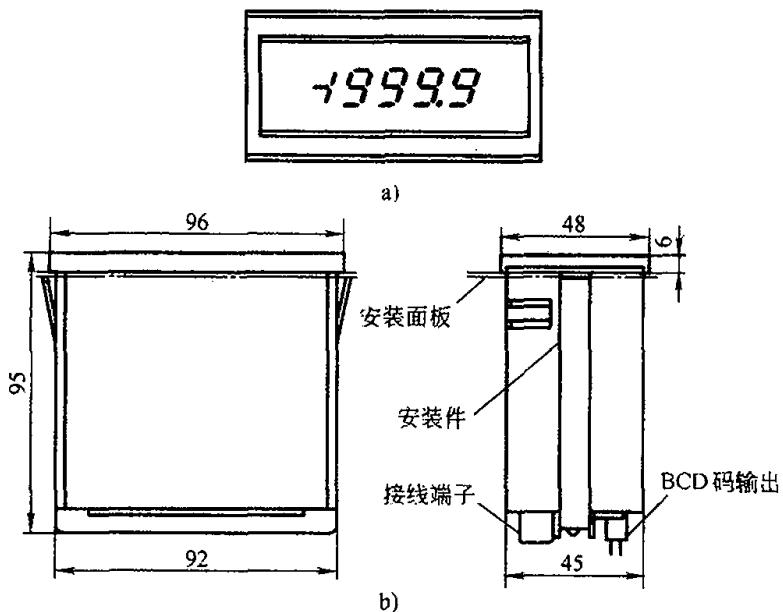
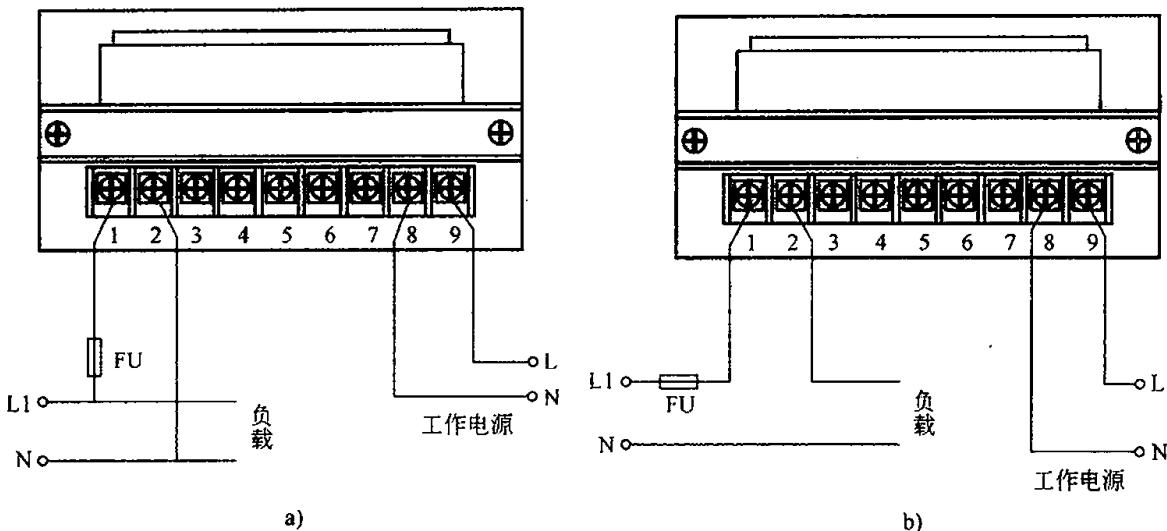

图 63 SHD10××系列数字直流面板表
图 66 SHD1031 数字交流电流电压表接线图
(1) 型号
(2) 外形与安装尺寸 (见图 63)
SHD1031 型交流电流表和 SHD1031 型交流电压表均为标准 $48\text{mm} \times 96\text{mm}$ 面板安装结构，为 $3\frac{1}{2}$ 位数字显示结构，其外形及安装尺寸同图 63，其技术参数如表 8 所示，其接线图如图 66 所示，一般技术要求见例 63。